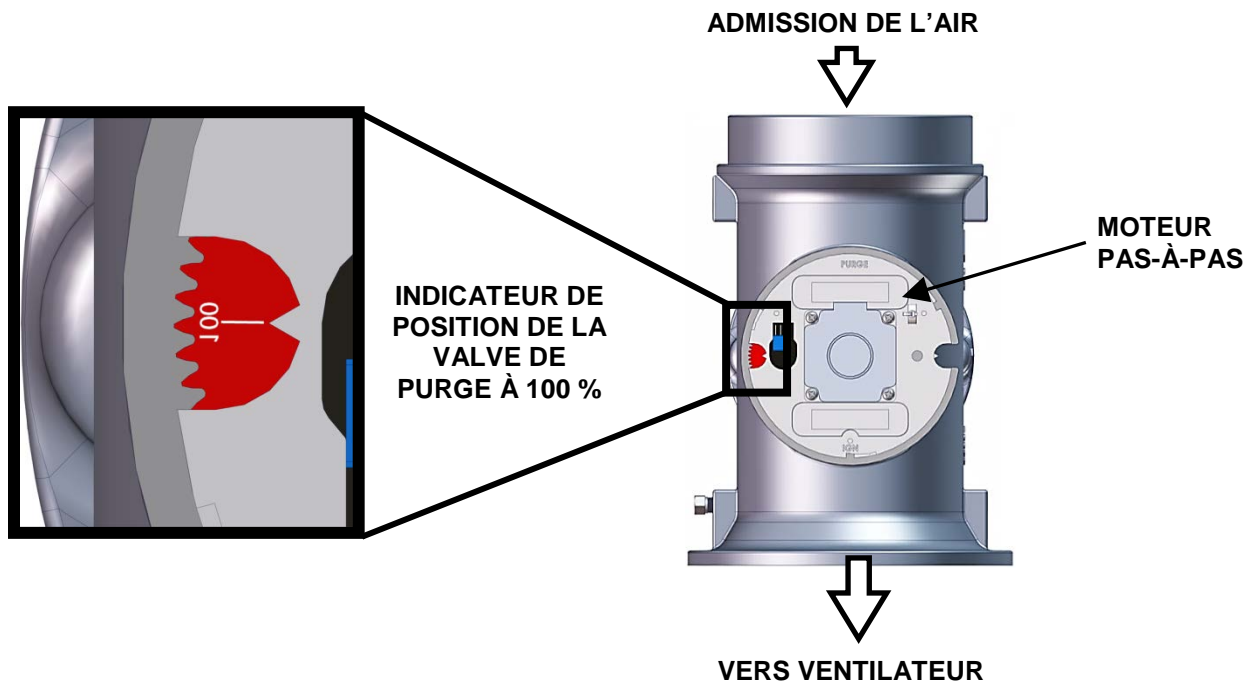

Figure 3-4. Valve air/gaz en position de purge
- (b) La valve air/gaz pivote à la position totalement ouverte de la purge et ferme le commutateur de position de purge. L'indicateur sur la valve air/gaz (figure 3-4) montrera 100 pour indiquer qu'elle est totalement ouverte (100 %).